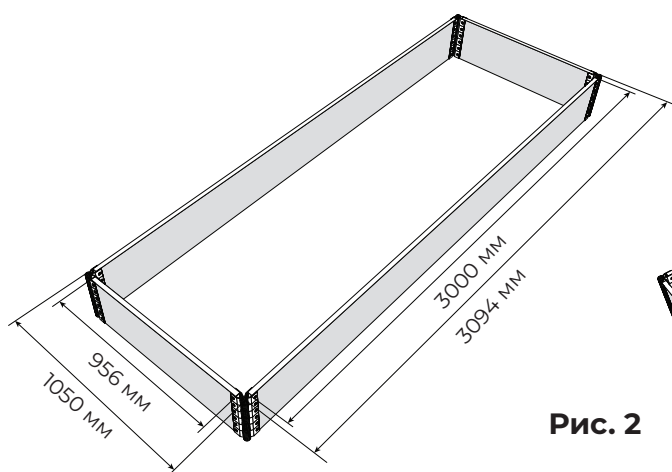

Рис. 2
2. Распиливаем доску по планируемым размерам грядки. Имейте ввиду, что длина грядочной доски должна быть меньше внешнего размера грядки на 94 мм (рис.2).